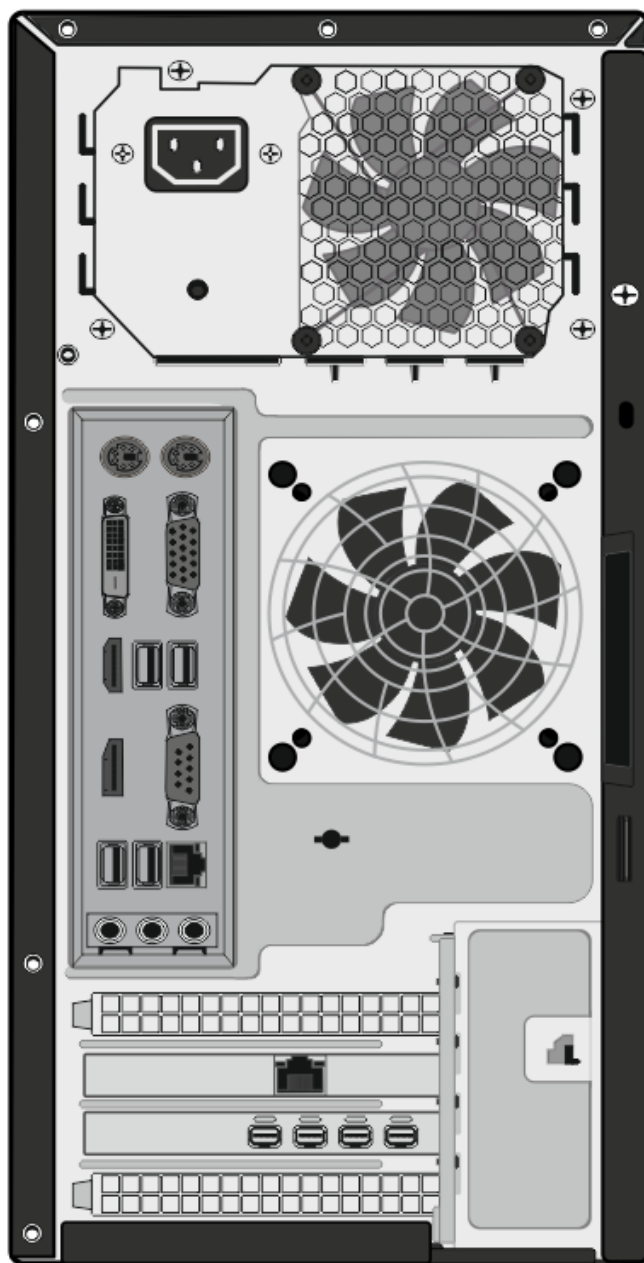

Рисунок 1. Конструкция системного блока.
2.4 Конструкция системного блока представлена на рис.1*.